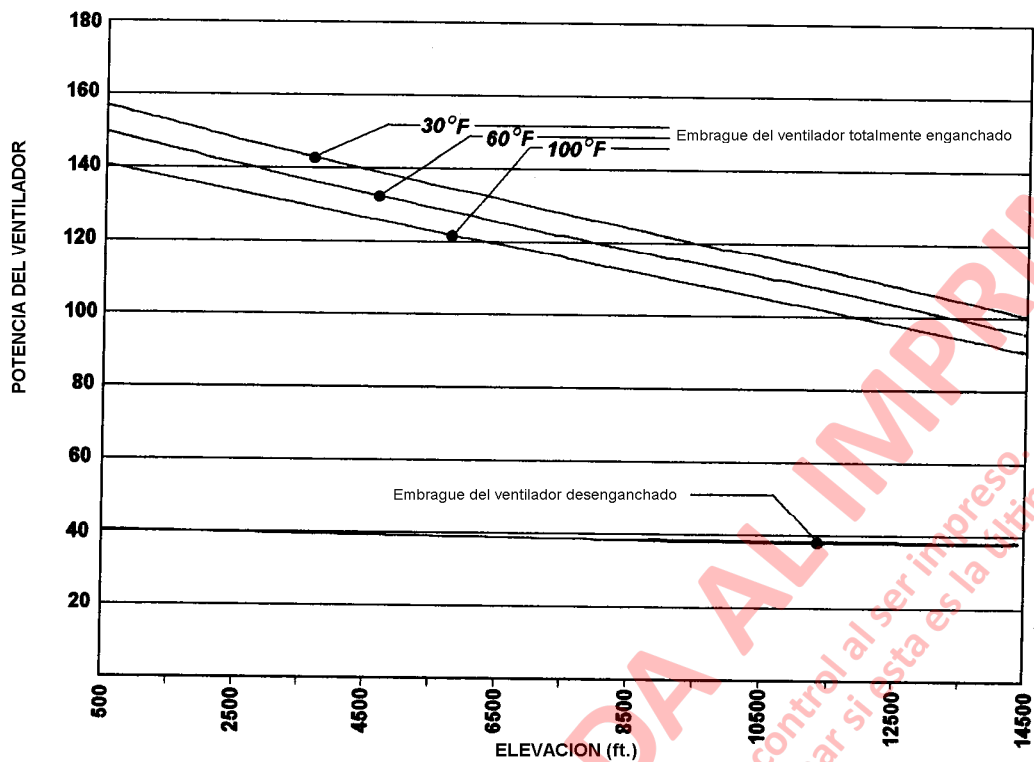

FIGURA 3-13. PERDIDA PARASITA TOTAL A TODA POTENCIA
- c. Consulte la Figura 3-13 para la curva de pérdidas parásitas.